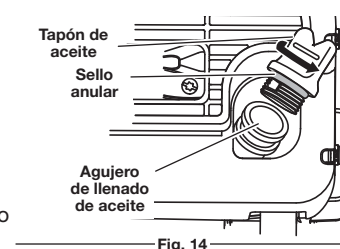

Fig. 14
4. Quite el tapón de llenado de aceite (Fig. 14).
NOTA: Asegúrese de que el sello anular esté colocado en el tapón de aceite al comprobar y cambiar el aceite (Fig. 14).